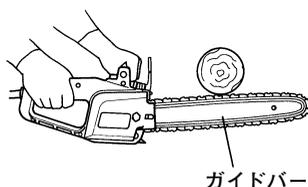

図 12
(5) 木材の下側に切り込みを入れる場合は、ガイドバーの上側を木材に軽く当てます。(図 12)